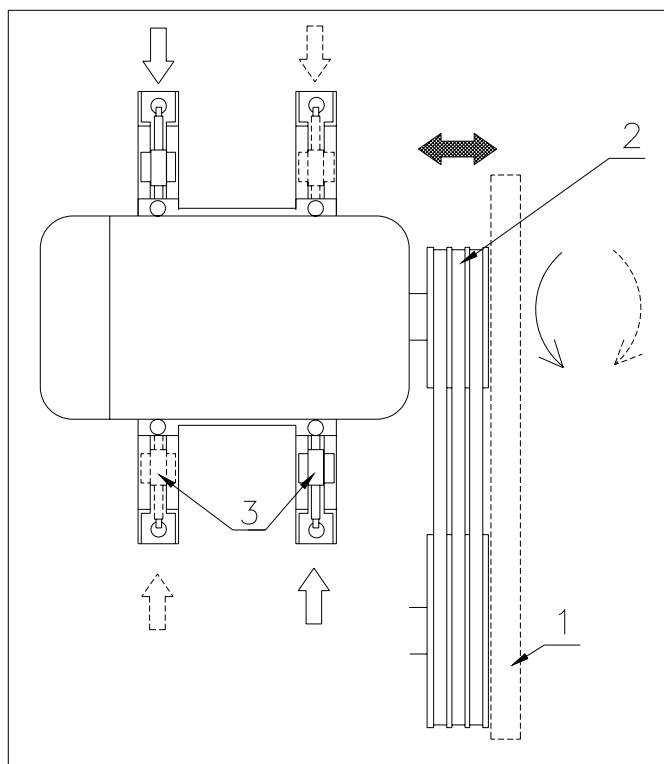

Fig. 7.7
Efter justering kontrolleres, om de to remskiver (stadig) er på linie (se fig. 7.7).
Hvis motorakslen ikke er parallel med pumpeakslen, kan motoren drejes som angivet på fig. 7.7. Dette gøres ved at løsne motorens bolte en smule og justere motorens position ved hjælp af spænderne (3). Om nødvendigt kan en af spænderne på motorens overside hægtes fast i spændskinnen for at opnå det ønskede resultat. Vær opmærksom på kileremmenes korrekte spænding! Sæt beskyttelsespladen på igen.